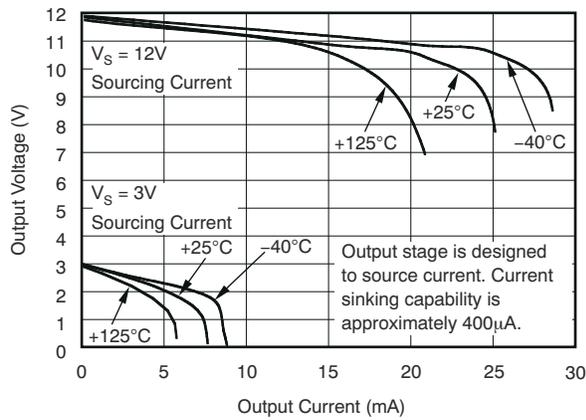

图 6-7. 正输出电压摆幅与输出电流间的关系
- (3) 线性度采用最佳直线拟合。
- (4) 有关此操作的详细信息，请参阅 节 8.4 中 精度变化 部分的内容。
- (5) 具体请参阅图 6-7。
- (6) 根据设计确定。